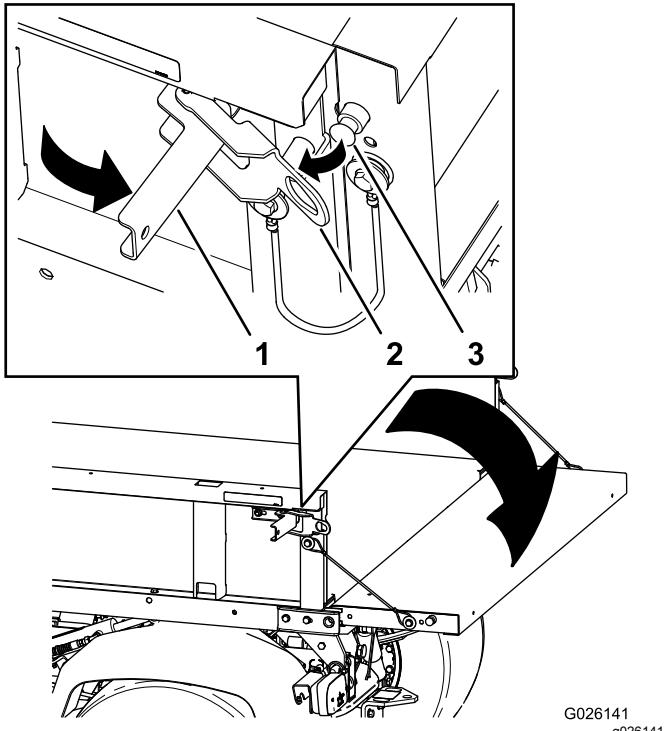

Figura 14
2. Abra os trincos nos lados esquerdo e direito da caixa de carga e bixe a porta traseira (Figura 14).